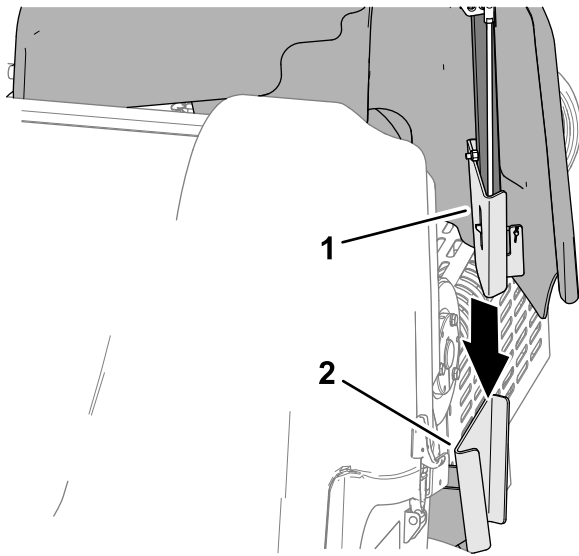

Рисунок 144
1. Совместите монтажный кронштейн крышки ремня с опорным кронштейном кожуха рамы машины (Рисунок 144).